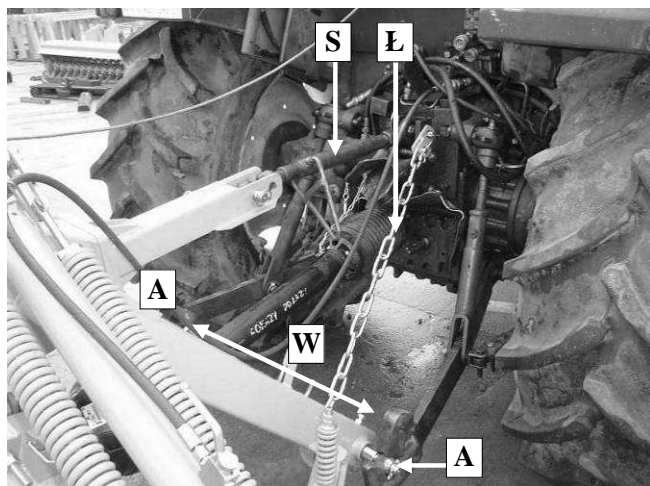

Fig. 7. Faucheuse attelée au tracteur
Atteler la faucheuse au tracteur à l'aide de l'attelage trois-points, comme montré sur la **figure 7**. Après attelage de la faucheuse, régler sur un sol plat la position de la faucheuse à l'aide du troisième point **S** ou des suspentes **W** du relevage du tracteur (**Fig. 7**). Enclencher les crochets (ou les rotules) des suspentes **W** du relevage du tracteur dans les pitons **A** du cadre d'attelage de la faucheuse. Le lamier de coupe doit être incliné dans la direction de déplacement. Accrocher la chaîne **L** sur l'axe de fixation du troisième point afin d'empêcher la descente excessive des suspentes **W**.
- ❑ A l'aide du troisième point **S (Fig.7)**, régler la hauteur de fauche souhaitée. Allonger le troisième point **S** augmente la hauteur de fauche, raccourcir le troisième point réduit la hauteur de fauche.